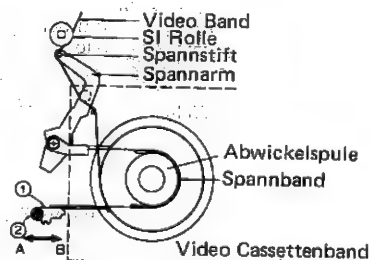

Abbildung 15.
1. Wenn die Stellung des Spannstiftes weniger als 1.25 mm links der Mitte von der SI Rolle ist, den Spannbandeinstellwinkel ① in die Richtung des Pfeiles B in Abb. 15 bewegen, und die Schrauben anziehen.
2. Wenn die Stellung des Spannstiftes mehr als 1 mm nach links von der Mitte der SI Rolle beträgt, den Spannbandeinstellwinkel ① in Richtung des Pfeiles A in Abb. 15 bewegen, und die Schrauben anziehen.